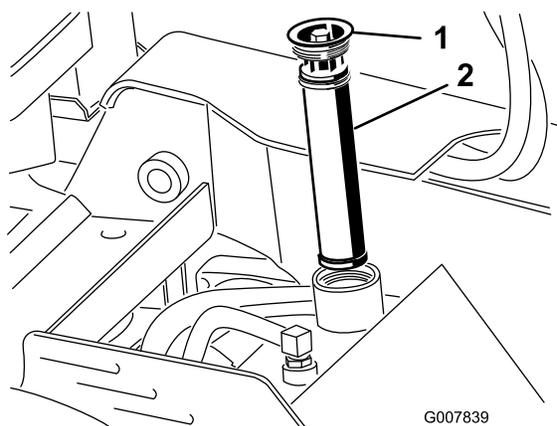

Figura 66
- Togliete il filtro dell'olio e gettatelo (Figura 66).
- Inserite il filtro idraulico di ricambio e il tappo di riempimento (Figura 66) e serrate il bullone in alto a una coppia compresa tra 13–15,5 N·m.
- Togliete il tappo di riempimento del serbatoio idraulico e il filtro (Figura 66).
12. Inserite il filtro idraulico e il tappo di riempimento (Figura 66) e serrate il bullone in alto a una coppia compresa tra 13–15,5 N·m.